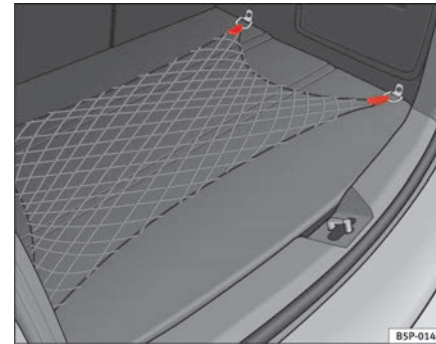

Abb. 107 Gepäckraumnetz
- Verwenden Sie zur Befestigung des Gepäckraumnetzes die seitlichen Befestigungsringe im Gepäckraum ⇒ Abb. 107.